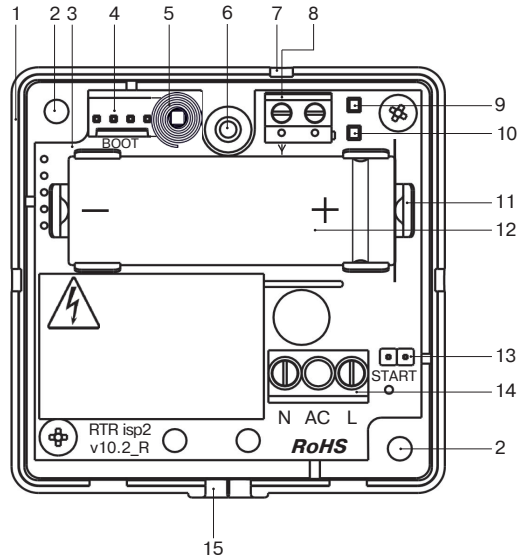

Рисунок 1 – РТР со снятой крышкой
4.5 При установке аккумулятора соблюдайте правильную полярность, указанную на рис. 1.
9.4 Осуществите ручной пуск от аккумулятора путем замыкания контактов START (рис. 1, поз. 13) проводящим предметом до включения индикаторов зеленого и красного цветов (стартовая индикация).
11.3 Нажмите на датчик вскрытия корпуса (рис. 1, поз. 5) и удерживайте его в течение нескольких секунд.